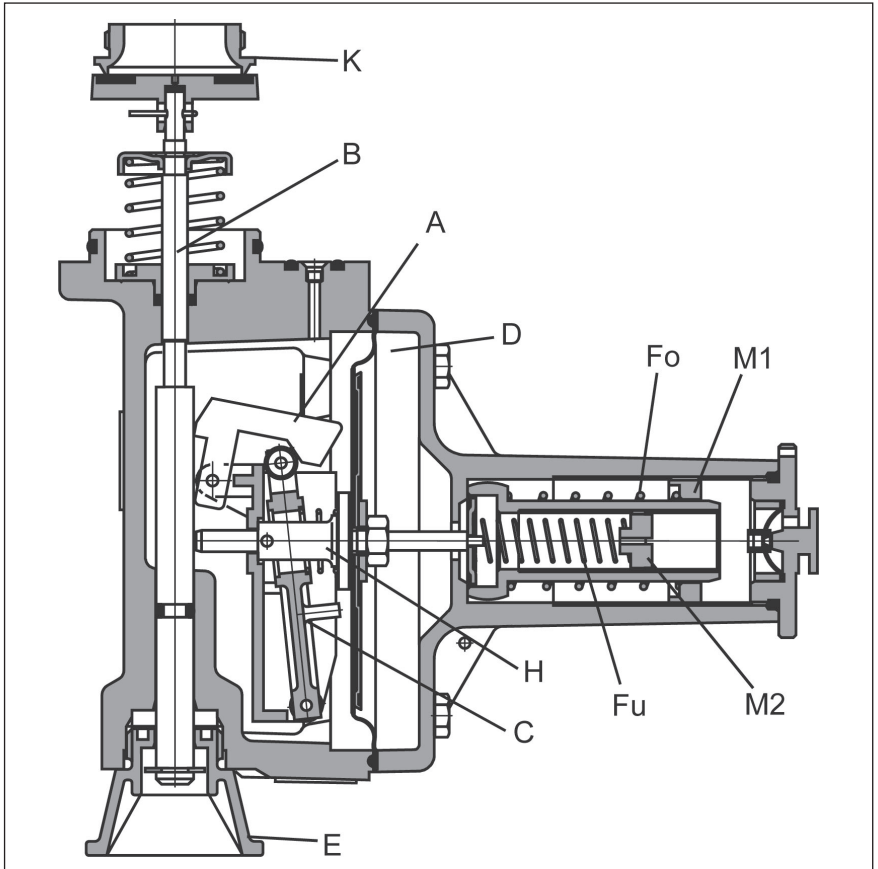

Bild 2-10, SAV - unterer Abschaltpunkt
Fällt der Ausgangsdruck  $p_D$  des Regelgerätes unter den Wert der von der kleinen Einstellfeder ( $F_u$ ) vorgegebenen Kraft, so drückt diese den Membranhalter (H) mit der Schaltwippe (C) nach links, siehe Bild 2-10. Der Schalthebel (A) klinkt aus und gibt die vorgespannte Sperrfeder an der Ventilspindel frei. Der Ventilteller verschließt den Eingang (K) des Gas-Druckregelgerätes.